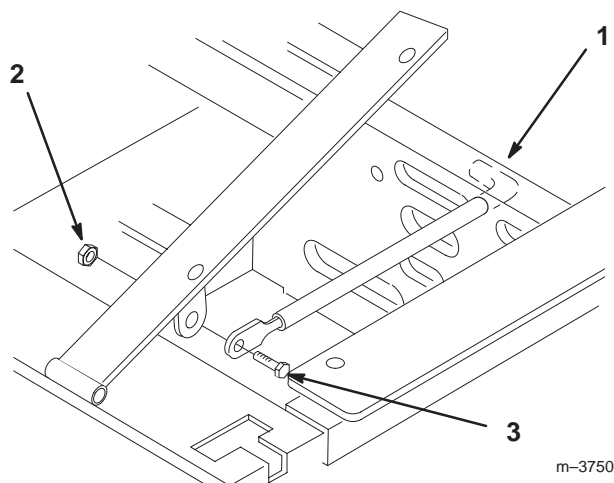

Figure 3
1. Basculez le siège en avant. Enlevez le contre-écrou (5/16") qui est vissé sur le boulon fixant la tige sur l'armature du siège (Fig. 3).
2. Retirez la tige du siège et insérez l'extrémité en **L** dans le trou situé juste au-dessus du côté gauche de la pompe hydraulique (Fig. 3).
3. Placez la tige à l'extérieur de la patte de montage de l'armature du siège et fixez-la en place à l'aide du boulon (5/16 x 1") et du contre-écrou (5/16") (Fig. 3).